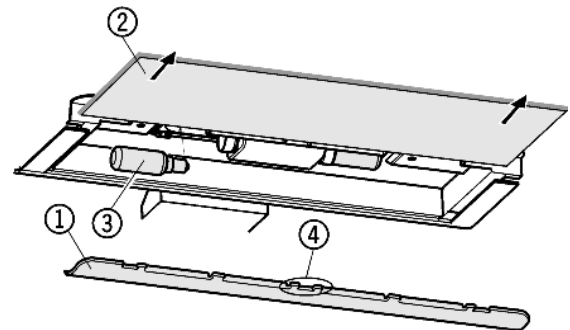

Fig. 13
- ▶ Zdjąć przesłonę *Fig. 13 (1)*: włożyć palec pod przesłonę i wyczerpieć ją.
- ▶ Wyciągnąć płytkę szklaną *Fig. 13 (2)*.
- ▶ Wymienić żarówkę *Fig. 13 (3)*.
- ▶ Założyć z powrotem przesłonę: zaczerpieć po prawej i po lewej stronie uważając, aby haczyk *Fig. 13 (4)* chwycił płytkę szklaną.